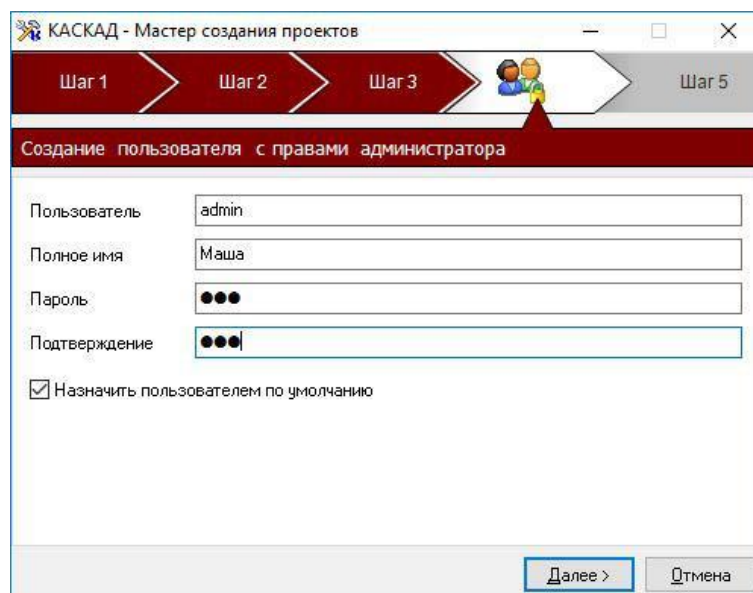

Рис. 1.5. Четвёртый шаг создания проекта
4. **Добавление пользователя с правами администратора** (рис. 1.5). По умолчанию такой пользователь имеет имя *admin*, но можно ввести любое имя. Также можно ввести Полное имя и Пароль. При установке флажка **Назначить пользователем по умолчанию** любое приложение проекта по умолчанию будет открываться с правами этого пользователя, иначе при запуске любого приложения из состава SCADA-системы необходимо будет проводить авторизацию (вводить имя пользователя и пароль).